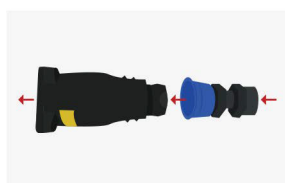

Figura 5
5. Passe o fio pela ponta e depois pela outra parte do receptáculo e rosqueie novamente (figura 5).